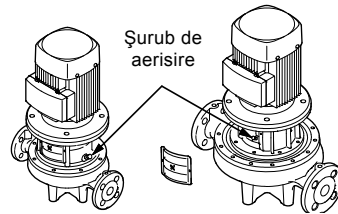

Fig. 15 Poziția șurubului de aerisire
1. Închideți ventilul de izolare a refulării și slăbiți șurubul de aerisire în locașul motorului. Vezi fig. 15.
2. Slăbiți șurubul de aerisire. Vezi fig. 15.
- Aerisiți pompa pe timpul pornirii prin slăbirea șurubului de aerisire din locașul motorului până când din orificiul de aerisire iese un flux constant de lichid. Vezi fig. 15.